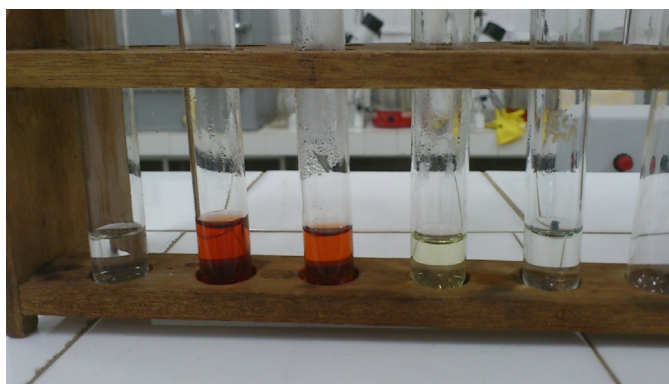
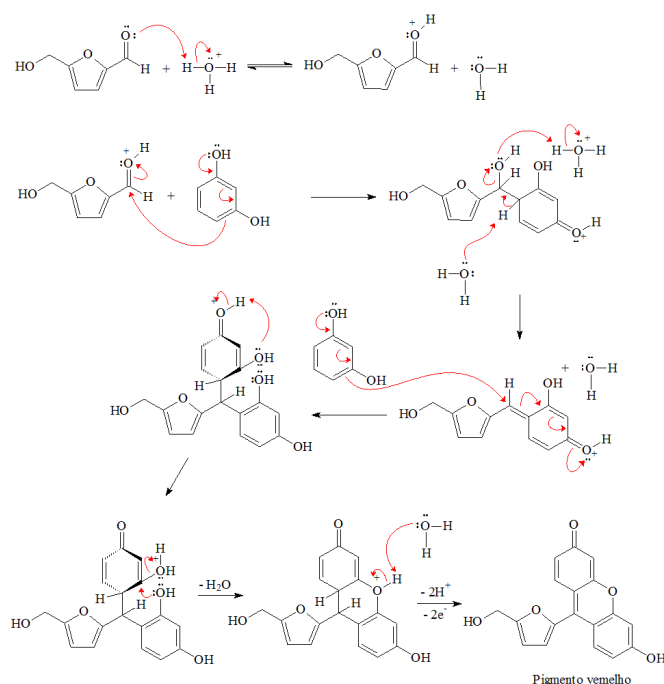

Figura 13 - Resultado do Teste de Seliwanoff.
Figura 14 - Mecanismo da Reação de Seliwanoff.
1. Inicialmente todos os tubos estão incolores, após o aquecimento os tubos da frutose e da sacarose adquirem uma coloração vermelho-cereja. A frutose era esperado pois a mesma trata-se de uma cetose. A sacarose é um dissacarídeo formado pela frutose e glicose com uma ligação acetal. Em meio ácido essa ligação é hidrolisada, liberando glicose e frutose. A frutose liberada então também dá *teste de Seliwanoff* positivo (Figura 13). O mecanismo da reação é mostrado na Figura 14.